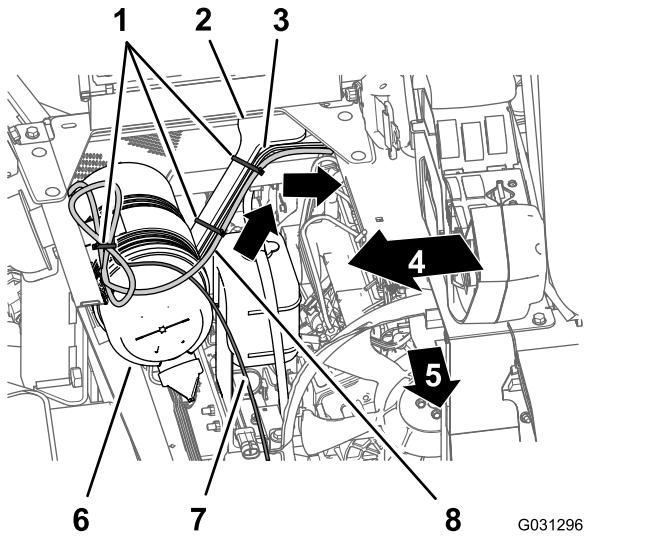

Figura 170
1. Enrute la rama de 220 cm del arnés de cables eléctrico del sistema de navegación a través del ángulo de la caja del asiento y hacia abajo por el soporte izquierdo de la cubierta del motor (Figura 170).
2. Sujete el arnés al soporte de la cubierta del motor con bridás (Figura 170).